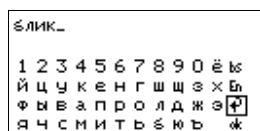

Рис. 20. Экранная клавиатура
1. С помощью кнопок  и  выберите нужное поле (имя кабеля, имя волокна или номер волокна) и нажмите кнопку . На экране появится экранная клавиатура (рис. 20).